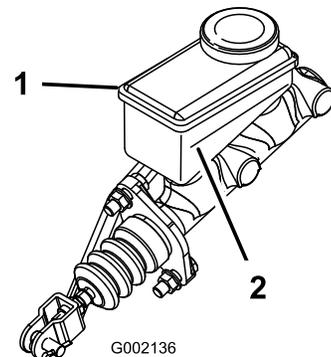

図 63
5. タンクの側面についているマークで、量を点検する 図 63。
- B. 最低ラインより上まで DOT 3 ブレーキ液を補給する 図 63。